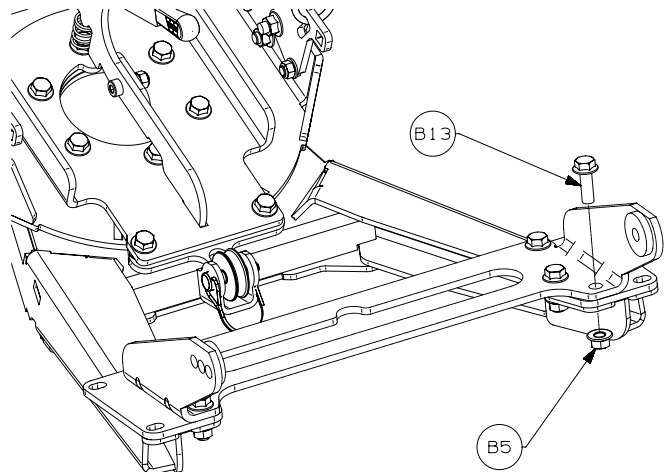

Figura 7
11. La flangia di montaggio è situata nel kit di montaggio della spalatrice sul veicolo. Posizionare la flangia di montaggio sul gruppo del tubo di spinta. Fissare servendosi dei dispositivi di fissaggio (B5, B13) come mostrato nella figura 7. Serrare i dispositivi di fissaggio alla torsione specificata.
12. Montare il gruppo della puleggia (A9) servendosi delle coppie fornite con il kit della puleggia. Vedere la figura 7.